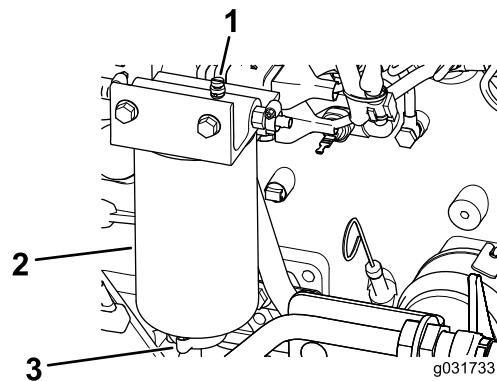

Figure 88
2. Desserrez le robinet de vidange au bas du filtre (Figure 88).
2. Vidangez une partie du carburant en desserrant le bouchon d'aération et en ouvrant la vanne de vidange (Figure 88).